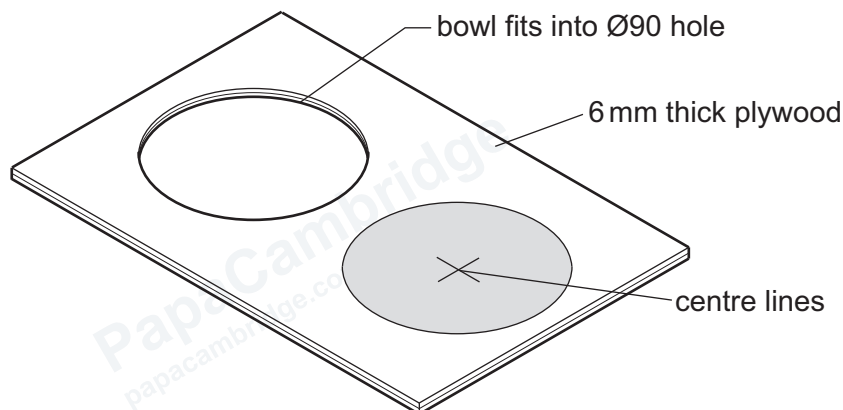

Figure 12.4
- (d) Figure 12.4 shows the base of the feeder.